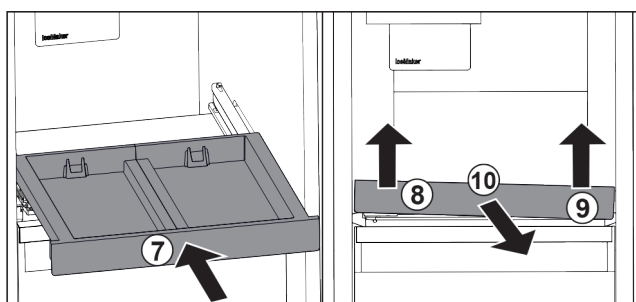

Fig. 140
- Zasuňte vysouvací přihrádku Fig. 140 (7)
- Vysouvací přihrádku vpředu vlevo nadzvedněte. Fig. 140 (8)
- Vysouvací přihrádku vpředu vpravo nadzvedněte. Fig. 140 (9)
- Odeberte vysouvací přihrádku směrem dopředu. Fig. 140 (10)